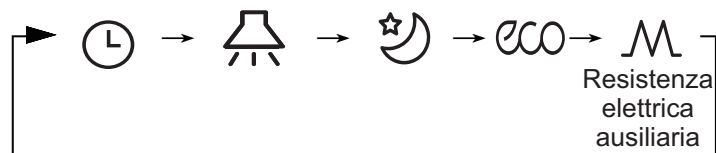

Figura 6.10
- Premere il pulsante **[F]** (Function) per accedere all'impostazione delle funzioni. Il display del Filocomando mostrerà in sequenza: "  ", "  ", "  ", "  ", "  " (riserva). In alternativa, premere i pulsanti  e  per accedere alla funzione che si desidera selezionare (vedi Figura 6.10)